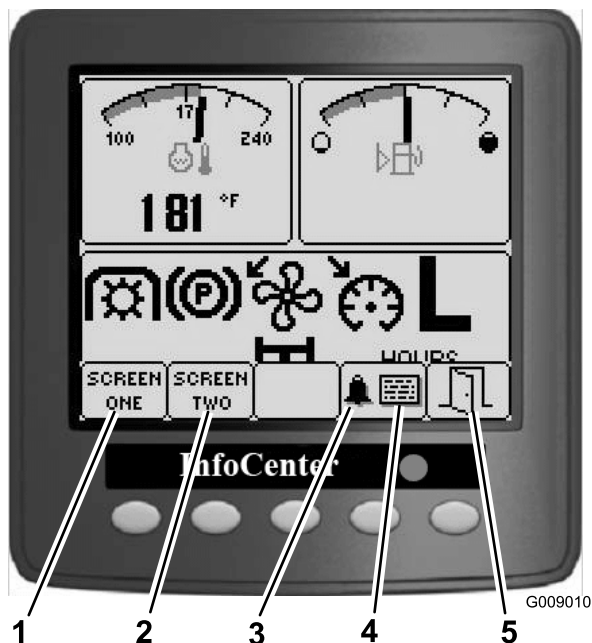

Figure 15
- Appuyez sur le bouton correspondant pour afficher l'écran 1 ou 2, pour arrêter l'alarme sonore, pour consulter l'écran des défauts ou pour quitter l'écran (Figure 15).